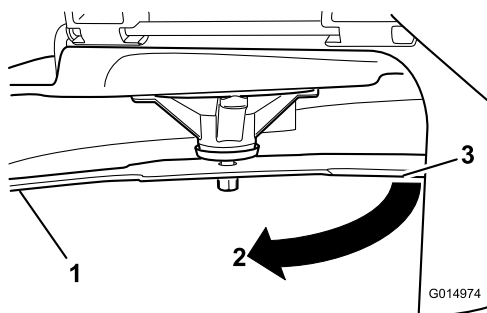

Bild 78
3. Zwischen Messer und Oberfläche gemessener Abstand (A)
4. Drehen Sie dasselbe Messer um 180 Grad, sodass die andere Schnittkante jetzt in derselben Stellung ist (Bild 78).